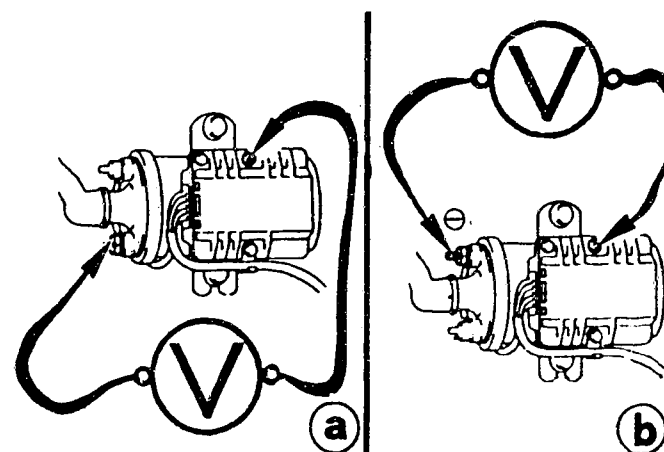

Bild 66 Elektronische Zündanlage am **Motor 4A-GE**: a) Prüfen der Eingangsspannung an der Zündspule und am Schaltgerät bei eingeschalteter Zündung.
c) Vor dem **Ausmessen der Zündanlage** sind der Widerstand der Zündkabel (maximal 25kOhm), der Zündkerzenabstand (1,1mm) und der Primär- und Sekundärwiderstand der Zündspule zu kontrollieren. Am **Schaltgerät** ist zuerst die Eingangsspannung zu überprüfen (Bild 66). Dann ist eine Batterie von 3...5V (eine höhere Spannung würde die Dioden zerstören) an den Anschlussstecker zum Schaltgerät anzuschliessen. Während am Zündspuleneingang Batteriespannung angeschlossen wird, ist die Spannung am Schaltgerät zu messen (Bild 67). Sie muss während den ersten 0,5...1,0s bei 7...10V liegen und danach auf 12V ansteigen.